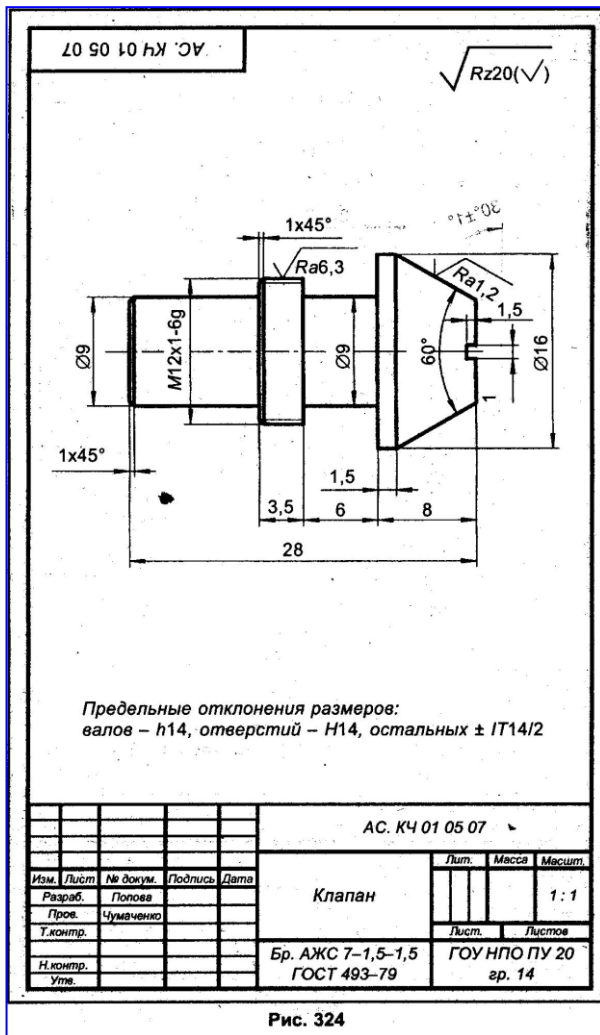

Рис. 324
**Задание:** На формате А4 выполнить и оформить чертеж детали (рис. 324 или 325 учебника). Заполнить основную надпись.